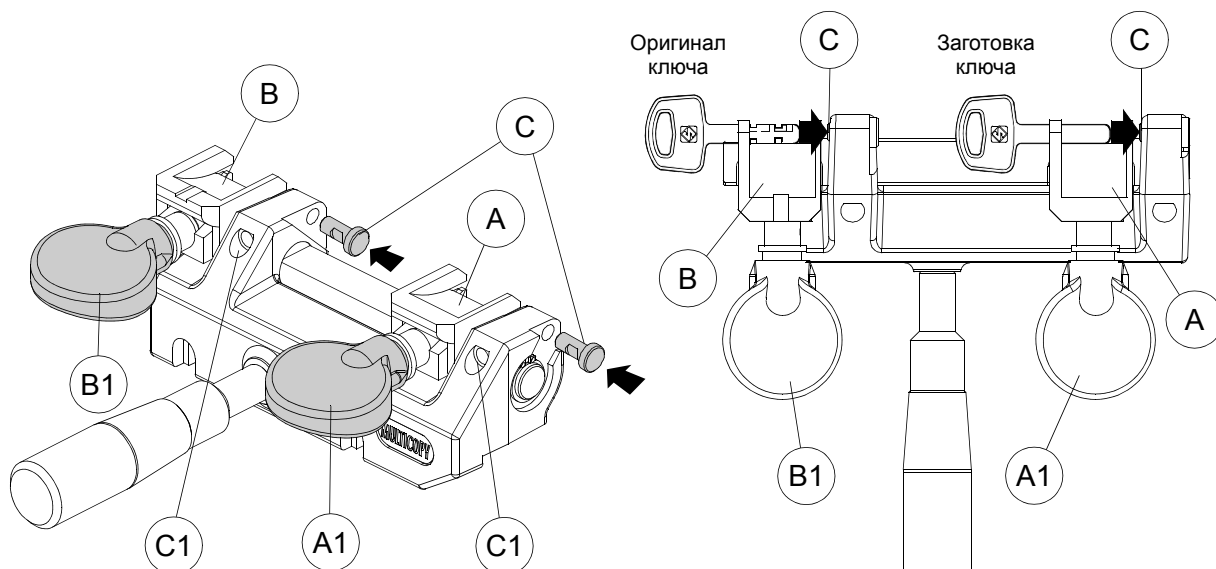

Рис. 13
- 3) установите прилагаемые 3-миллиметровые стопора, как показано на рис. 13;
Поместите оригинал ключа в левосторонний зажим (B), переместите ключ в направлении стопора острия ключа вплотную к боковой поверхности зажима (рис. 13); закрепите ключ с помощью рукоятки (B1). Таким же образом поместите заготовку ключа в правосторонний зажим (A) и закрепите его с помощью рукоятки (A1).